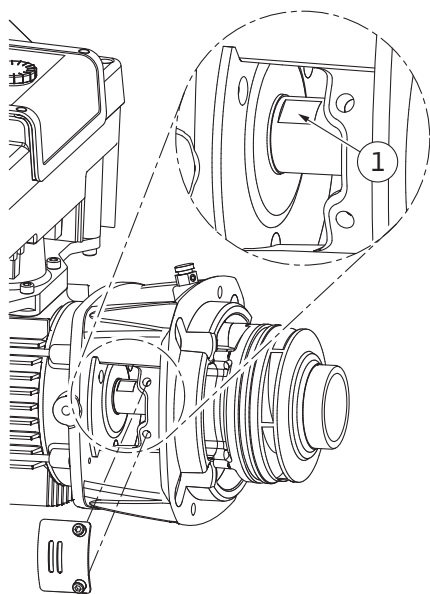

Fig. 105: Зони на вала, предвидени за закрепване на гаечен ключ
14. Вкарайте гаечен ключ (оптимален размер на ключа 22 mm) в прозорчето на латерната и захванете вала за зоната, предвидена за закрепване на гаечен ключ (Fig. 105, поз. 1). Развийте гайката на работното колело (Fig. I, поз. 22). Работното колело (Fig. I, поз. 21) се изважда автоматично от вала.
3. Вкарайте гаечен ключ (оптимален размер на ключа 22 mm) в прозорчето на латерната и захванете вала за зоната, предвидена за закрепване на гаечен ключ (Fig. 105, поз. 1).
10. Вкарайте гаечен ключ (размер на ключа 32 mm) в прозорчето на латерната (Fig. IV, поз. 38) и захванете вала за зоната, предвидена за закрепване на гаечен ключ (Fig. 105, поз. 1). Монтирайте работно колело с подложна шайба(и) и гайка. Затегнете гайката. Внимавайте да не увредите механичното уплътнение поради изкривяване.